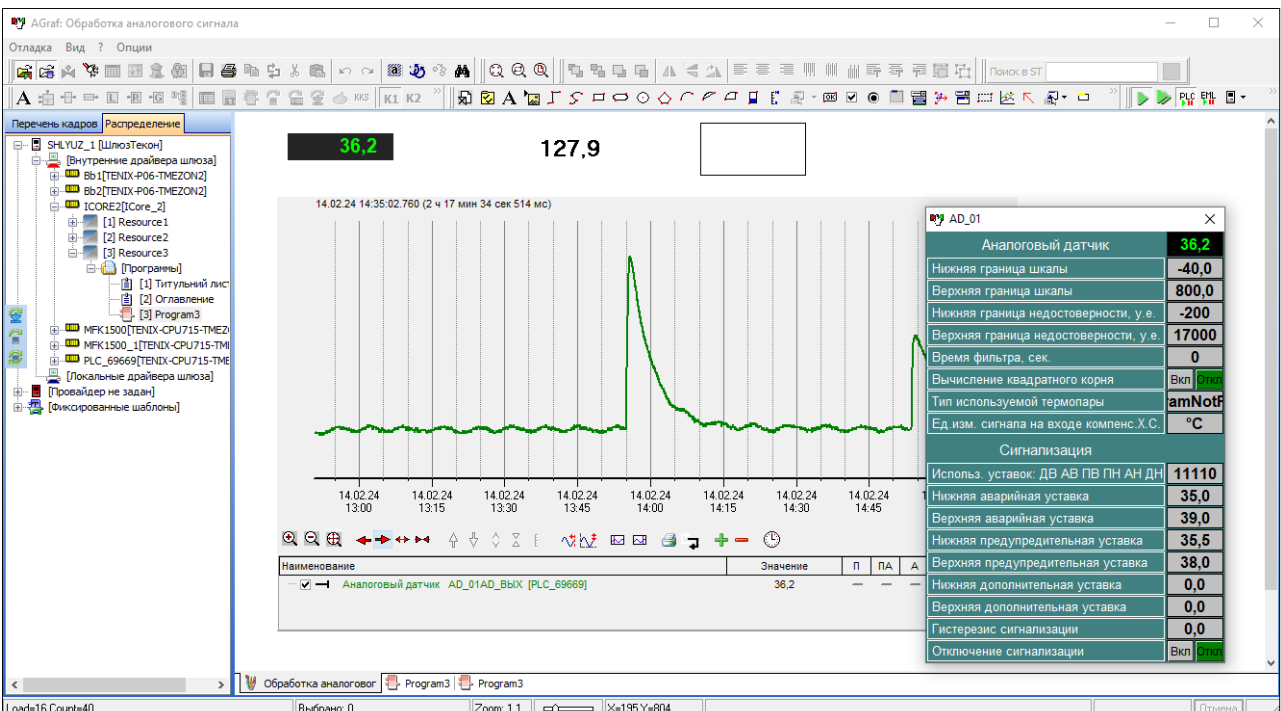

Рисунок 12.4. Настройка параметров аналогового датчика
- 2) Откройте нужный кадр и нажмите кнопку  на панели инструментов (рис. 12.4 [1]). Значение параметра должно измениться на 0, несмотря на то, какое значение подано на аналоговый вход, т.к. еще не выполнена настройка параметров аналогового датчика.
- а) выберите в контекстном меню мнемосимвола пункт "открыть "Окно наладки"" (рис. 12.4 [2]);
б) в открывшемся окне нажмите кнопку  (рис. 12.4 [3]), откроется окно настроек (рис. 12.4 [4]).